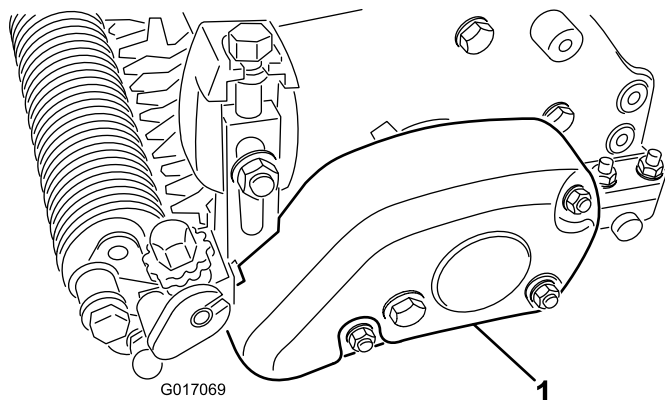

Figura 16
31. Monte la cubierta de la correa en la carcasa del acondicionador con 3 contratuercas (**Figura 16**).